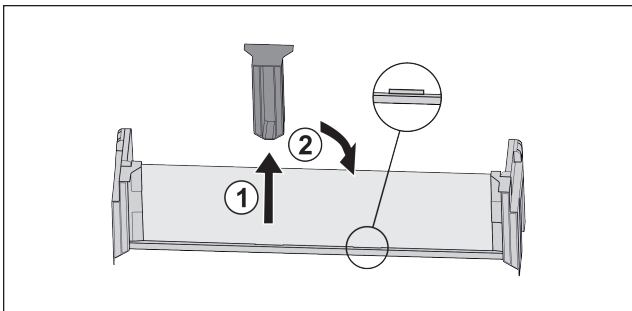

Fig. 114
- ▶ Витягнути середню деталь для підтримки Fig. 114 (1).
- ▶ Вставити середню деталь для підтримки на друге положення Fig. 114 (2).